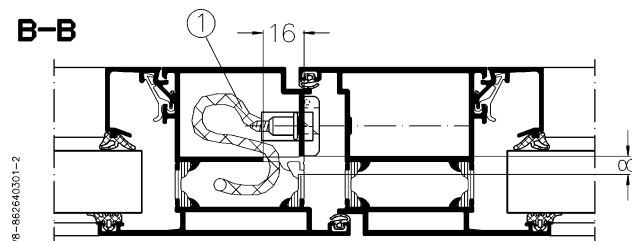

Bild 11. Riegelschaltkontakt (1) in einer Zweiflügeligen Royal S Tür fertig montiert.
- Wählen Sie die Fertigungszeichnung **K13091**. Legen Sie den Einbauort des Riegelschaltkontakt (1) im Schließblech fest (A-A). Bei zweiflügeligen Türen im Standflügel (B-B). Beachten Sie bei zweiflügeligen Türen die Hinweise zur Leitungsführung. (Bild 11 und 12)
Die umlaufende Leitungsführung z.B. im Isolierbereich (K) bis zum Riegelschaltkontakt. (Bild 11)